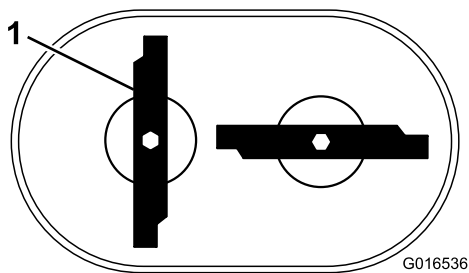

Bild 32
**Hinweis:** Die Messer sollten senkrecht sein und ein umgekehrtes T bilden, wie in Bild 32 dargestellt.